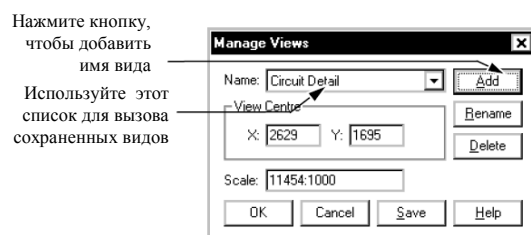

Рис. 24. Окно управления видами изображения.
10. В открывшемся диалоговом окне нажмем кнопку Add (рис. 24).